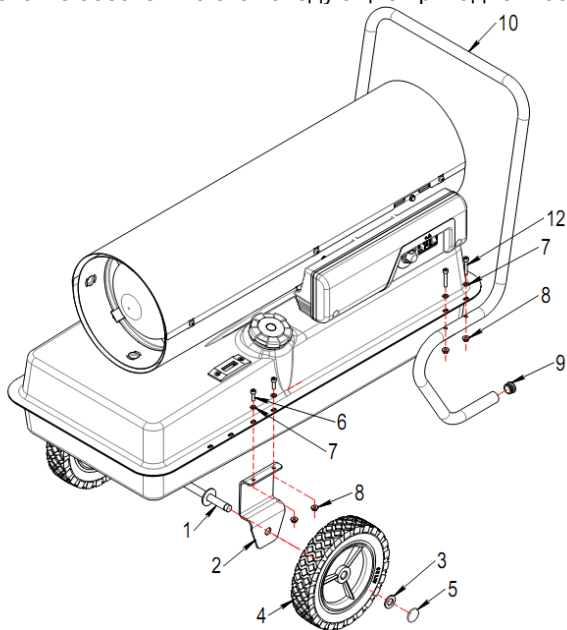

Рис. 2
Для монтажа приспособления следовать согласно нижеописанному (смотри Рис. 2). Закрепить одну из скоб (2) к резервуару, используя винты (6), шайбы (7) и гайки (8). Дать проскользнуть оси (1) посредством неподвижного кронштейна (2), закрепить другую скобу (2) и дать проскользнуть оси посредством другой скобы. Монтировать по порядку: колёса (4), шайбы (3) и закрепляющие кольца (5). Ударить осторожно на втулки для их хорошего закрепления.